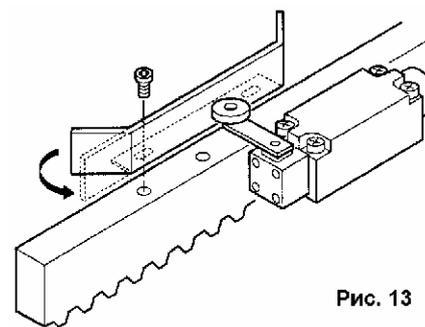

Рис. 13
- Закрепите упор на ребре рейки сваркой см. рис. 13 таким образом, чтобы ролик с рычагом был нажат. При этом светодиод концевых выключателя “Открыто” на блоке управления должен погаснуть;